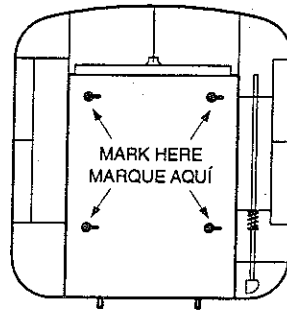

Figure 3
2. Après avoir ouvert la porte de la boîte distributrice, faites une marque sur la paroi vis-à-vis les quatre (4) fentes de montage tel qu'illustré à la Figure 3.
3. Percez quatre (4) avant-trous mesurant 3/16 po de diamètre aux endroits marqués.
5. Placez la boîte distributrice sur les quatre (4) vis et assurez-vous qu'elle s'ajuste parfaitement. Apportez des correctifs, si nécessaire.